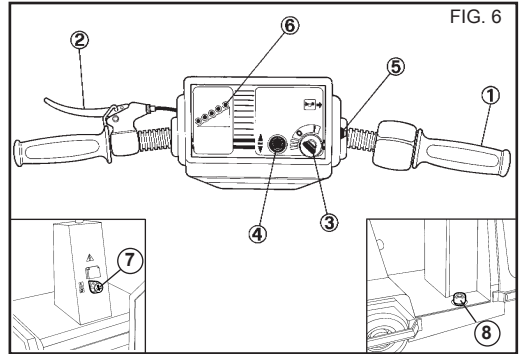
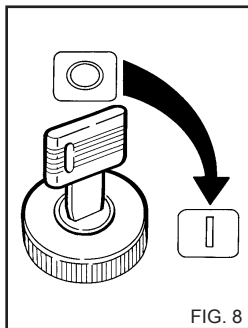

FIG. 6
FIG. 8
DISPOSITIVO DO COMANDO MOD. 250 - Fig. 6
1) Inserir a chave e girar no sentido dos ponteiros do relógio (1) (fig.8) acender-se-ão os indicadores luminosos no painel dos instrumentos para assinalar que o veículo está ligado (ref.6 Fig.6 - 7) e aguardar 2-3 segundos aproximadamente. Accionar o interruptor de emergência girando o botão para a pos. "I" (ref. 7 - 11 Fig.6 - 7)
Utilizar o botão (fig. 6 - 7 ref. 4) para inverter o sentido da marcha (para a frente ou para trás).
- Accionar o veículo com a alavanca/accelerador (Rif. 1 Fig. 6 - 7).
△ Manter carregado com um pé o interruptor Homem a Bordo. Tirando o pé do interruptor o veículo pára automaticamente (Rif. 8 - 12 Fig. 6 - 7).
O veículo não deve tralhar até a completa descarga da bateria (atenção ao sinal amarelo do painel de control) Rif. 6 Fig. 6 - 7). A duração do trabalho deve estar de acordo com o tempo de autonomia da bateria.
Desacelerar até ao mínimo (Rif. 1 Fig. 6 - 7).
Rodar a chave (3) pondo-a na posição "0" (todos os indicadores luminosos devem estar apagados); girar o interruptor de emergência para a posição "0" (fig. 8).
A bateria deve ser recarregada quando a luz verde se apaga (Rif. 6 Fig. 6 -7) e apenas se mantem acesas as amarelas ou vermelhas